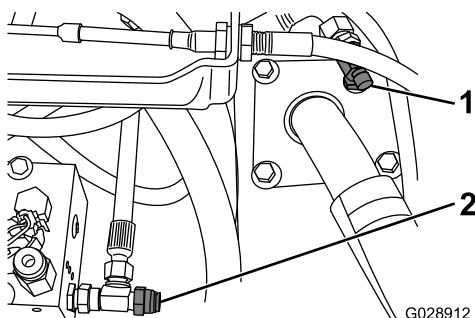

Figura 1
3. En la parte trasera del bloque de corte, retire la manguera de drenaje de 3/8" e instale un tapón ciego en el orificio (Figura 1).
6. Instale el acoplamiento en T de 1/4" (Figura 1).